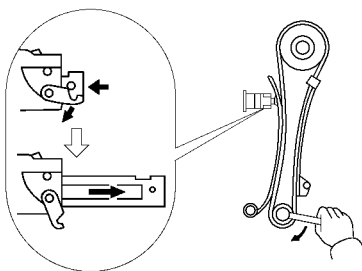

图 1-73 设定链条张力
(4) 设定链条张力。向右转动曲轴使链条张紧器的锁钩从齿杆的固定销上脱开，这样齿杆就弹出而将滑履压入链条，如图 1-73 所示。